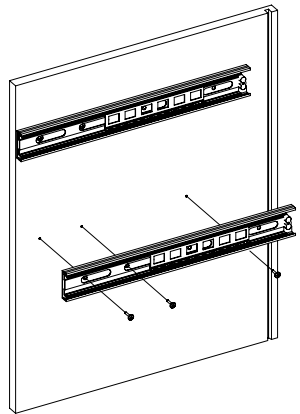

Рис.4
4. Шурупами 3,5x16 мм закрепите половинки направляющих на деталях 2, 3 (Рис. 4).